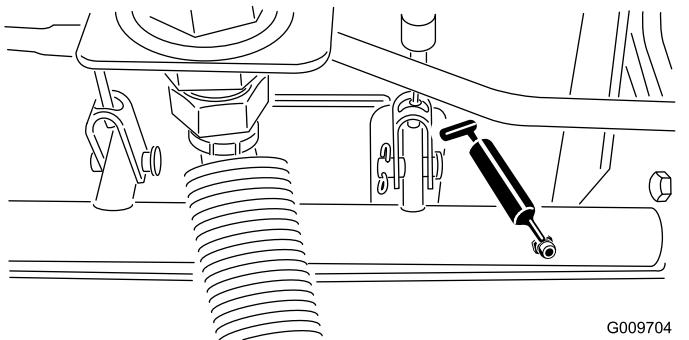

Bild 43
- Bremsstangen-Drehlager (5), wie in Bild 43 abgebildet